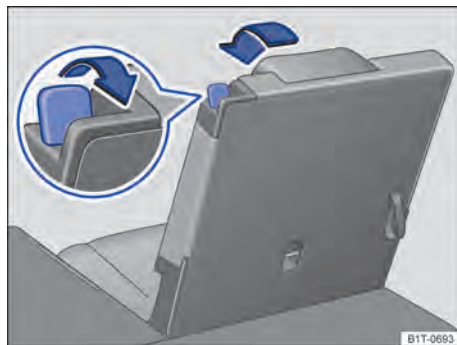

Fig. 96 Terceira fileira: rebater para a posição do assoalho do compartimento de bagagem
- Remover objetos da área para os pés na frente e atrás do banco traseiro → ①.
- Puxar a alavanca de destravamento → Fig. 96 totalmente para trás, para destravar o encosto do banco traseiro.
- Uma marcação vermelha na alavanca de destravamento → Fig. 96 aponta que um encosto do banco traseiro não está travado. No estado de travamento, a marcação vermelha não pode estar visível.